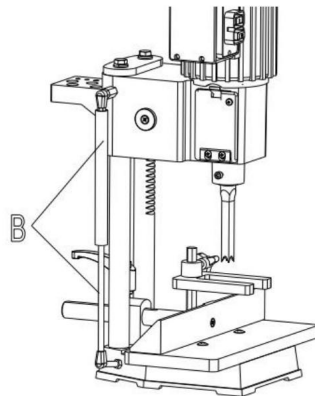

Abb. 5
4. Abb. 5 zeigt die an der Maschine montierte Gasfeder (B). Die Gasfeder